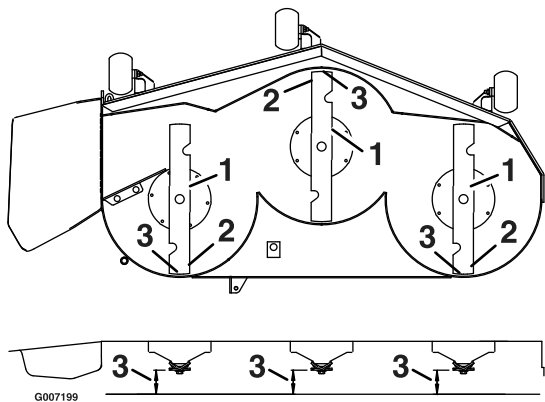

Figura 65
3. Gire cuidadosamente las cuchillas colocándolas en el sentido de avance de la máquina (Figura 65).
4. Mida entre la punta de la cuchilla delantera y la superficie plana y entre la punta de la cuchilla trasera y la superficie plana (Figura 65). Si la punta de la cuchilla delantera no está entre 1,6 y 7,9 mm más baja que la punta de la cuchilla trasera, vaya al procedimiento Nivelación de la plataforma de corte.